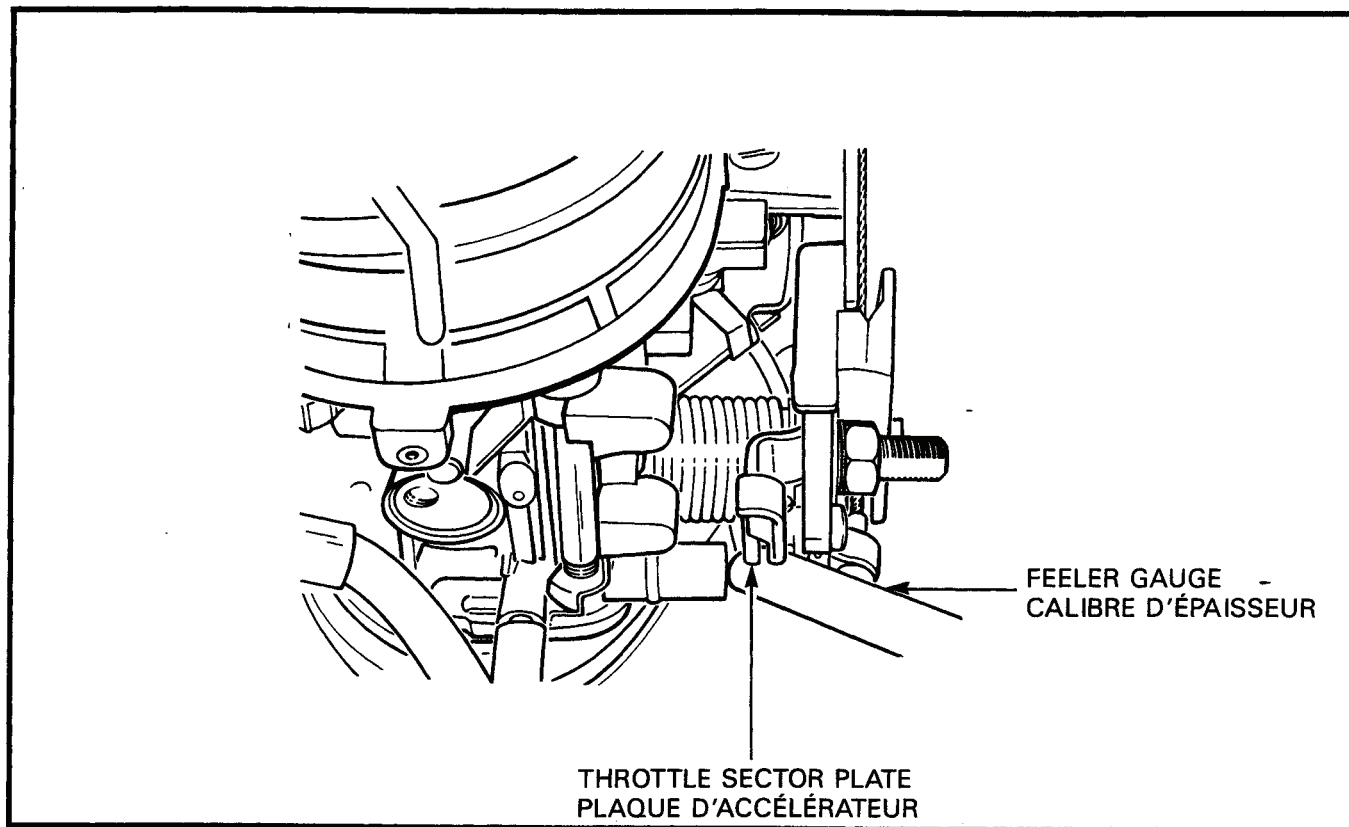

Figure 2-1-10 Accelerator Cable Adjustment
p. Adjust the accelerator cable until there is a maximum of 1 mm clearance between the throttle sector plate and the stop with the accelerator pedal in the full-throttle position, see Figure 2-1-10, and install a spring clip on each side of the accelerator cable bracket.	p. Ajuster le câble d'accélérateur de façon à obtenir un jeu maximal de 1 mm entre la plaque d'accélérateur et la butée alors que la pédale d'accélérateur est enfoncée au maximum, voir figure 2-1-10, et installer une agrafe à ressort de chaque côté du support du câble d'accélérateur.